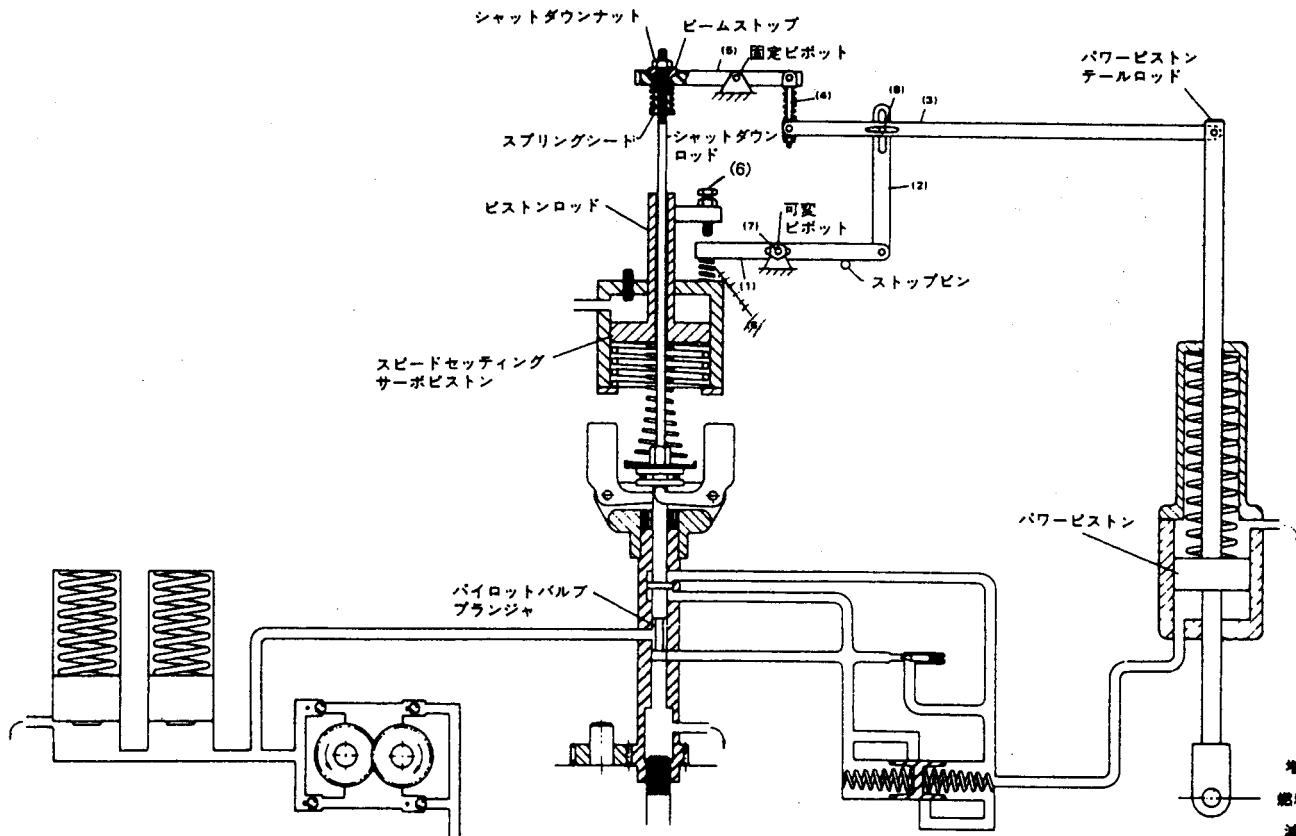

図7-12 スピードセッティング・フューエル・リミター付PGAガバナ作動概略図
この燃料制限装置はガバナのスピード設定のみによるもので、図7-12はPGガバナの基本機構と関連させて、リンクageの状態を示しています。
勾配 “N – P” はビーム (2) の勾配調整支点 (8) の位置により決められる。(図 7-12 参照)